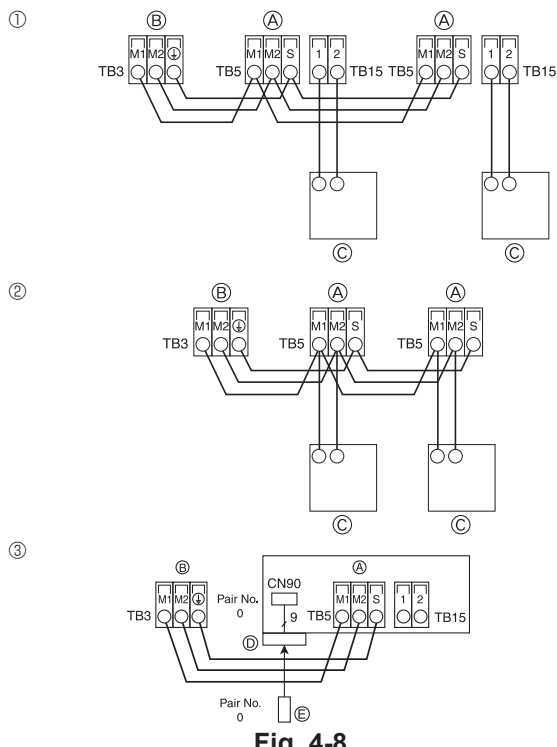

Fig. 4-8
4.4. Raccordement des câbles de télécommande et des câbles de transmission intérieur et extérieur (Fig. 4-8)
- ① Télécommande MA
- ② Télécommande M-NET